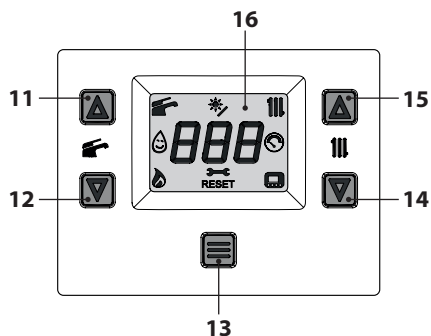
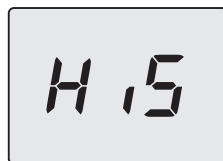
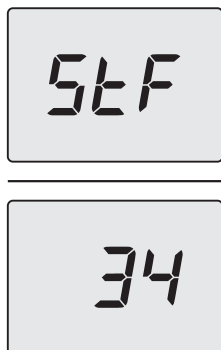

Figura 7.8
Figura 7.9
Figura 7.11
- Entrare in "modalità programmazione" premendo contemporaneamente per 5 secondi i tasti 12 e 14 (Figura 7.8) fino a far apparire sul display LCD le lettere **HIS** che indicano il menu "Storico delle caldaia" (Figura 7.9).
- Premere il tasto 13 (Figura 7.8) fino a far apparire sul display LCD le lettere **StF** (Start Full) che si alterna con **34** (valore della calibrazione) (Figura 7.11).
- tenere premuti contemporaneamente i tasti 12 e 14 per 5 sec. (Figura 7.8) (ritorno al livello precedente).